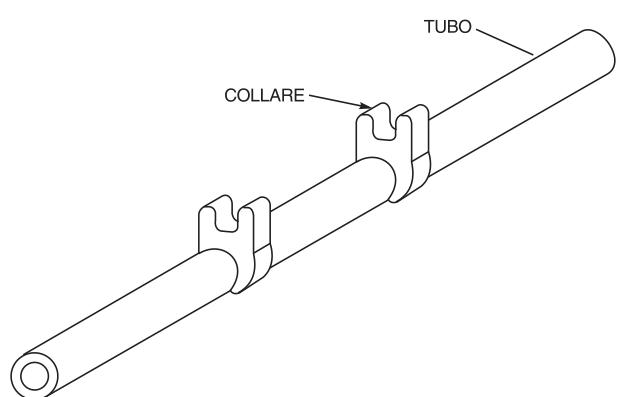

FIGURA 6 ASSIEME TUBO MICROBORE
3. Selezionare il tubo e collocarlo nella cartuccia (vedi Figura 7B). Se si usa un insieme di tubo Microbore (vedi Figura 6), inserire il collare in su contro il fermo del tubo (vedi Figura 7C) da entrambi i lati della cartuccia.
\*Con le cartucce, usare solo TUBI MICROBORE progettati specificamente (Figura 6).